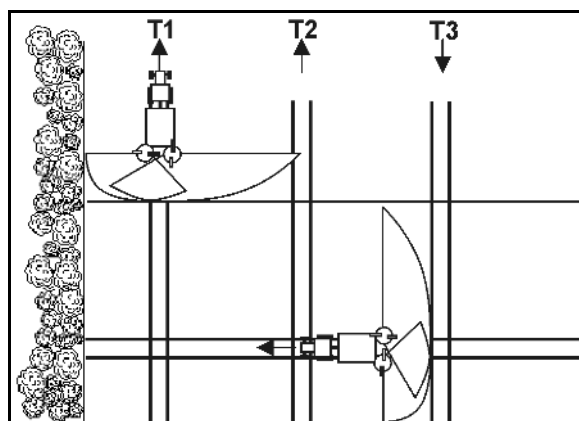

Fig. 92
- Abrir la corredera de cierre después de entrar en la calle por el punto P1 (Fig. 92), cuando los discos esparcidores se encuentren a la distancia correspondiente al tramo X con respecto a la calle del extremo del campo.
- Cerrar la corredera antes de salir de la calle por el punto P2 (Fig. 92), cuando los discos esparcidores se encuentren a la altura de la primera calle del extremo del campo.